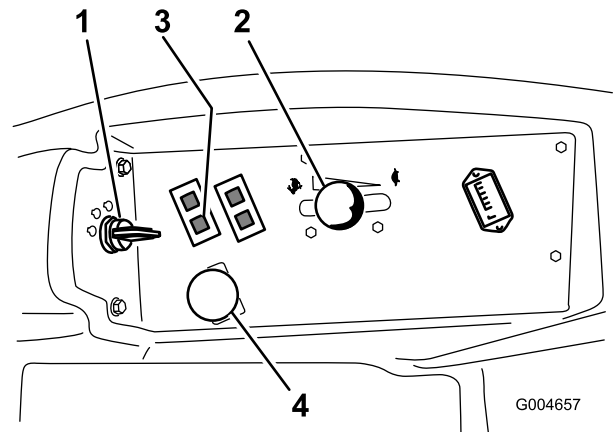

Figura 16
4. Mueva el mando de la toma de fuerza (PTO) a la posición Desengranada (Figura 16).
5. Ponga la palanca del acelerador en un punto intermedio entre las posiciones Lento y Rápido (Figura 16).